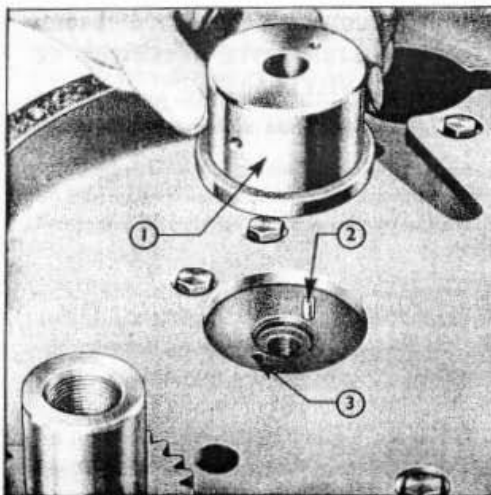

Fig. 11 = Ergot du Pignon de Renvoi
1. Replacer l'ergot du pignon de renvoi en faisant pénétrer le petit axe de positionnement dans le trou perçant l'ergot de part en part (Fig. 11).